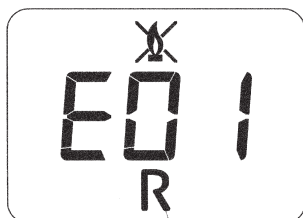

Figura 3
**IMPORTANTE:** Verificare periodicamente che la pressione, letta sul manometro, ad impianto freddo, sia di 0,7 - 1,5 bar. In caso di sovrappressione agire sul rubinetto di scarico caldaia, nel caso sia inferiore agire sul rubinetto di caricamento della caldaia (figura 3). E' consigliabile che l'apertura di tale rubinetto sia effettuata molto lentamente in modo da facilitare lo sfiato dell'aria.